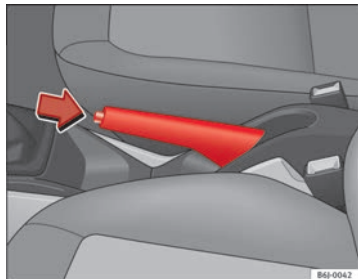

Fig. 110 Frein à main entre les sièges avant
- Serrez le frein à main à fond en tirant le levier vers le haut → fig. 110.
- Soulevez légèrement le levier du frein à main, appuyez sur le bouton de déblocage dans le sens de la flèche → fig. 110 et abaissez le levier au maximum → Δ.